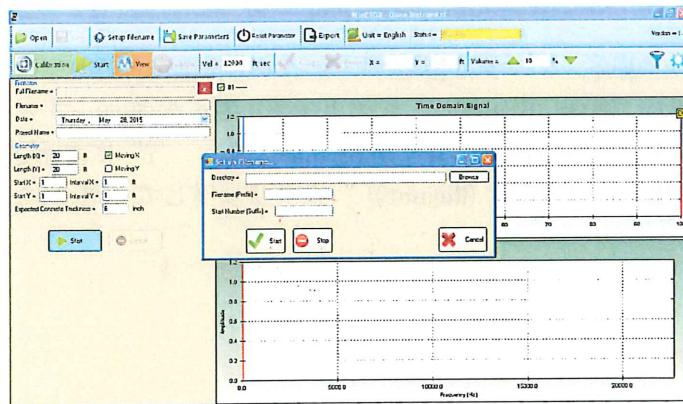

図 4-5 連続測定モードでのファイル名の設定
- 受波後、図4-5に示すように“状態(Status)”フィールドが“承認または拒否(Accept or Reject)”となり、上部に受波波形、下部に周波数解析結果が表示されます。結果を受入れる場合は“承認(Accept)”を、承認せず再測定する場合は“拒否(Reject)”をクリックしてください。
4.5 連続測定モードでの測定 (C)
1. 連続測定モードを利用するためには、メインメニューの “(自動) ファイル名の設定 (Setup Filename)” をクリックしてください。図 4-5 に示すダイアログボックスが開きます。“閲覧 (Browse) ” ボタンをクリックして “ディレクトリ (Directory) ” に保存するディレクトリを指定してください。“ファイル名 (接頭名称) (Filename Prefix) ” には、保存するファイル名の固定値を、“開始番号 (接尾名称) (Numerical suffix) ” には自動で付加する連続数値の開始番号を入力してください。入力が完了したら “スタート (Start)” をクリックしてください。ダイアログボックスが終了します。
5. 受波後、図 4-5 に示したように “状態 (Status) ” フィールドが “承認または拒否 (Accept or Reject) ” となり、上部に受波波形、下部に周波数解析結果が表示されます。結果を受入れる場合は “承認 (Accept) ” を、承認せず、再測定する場合は “拒否 (Reject) ” をクリックしてください。